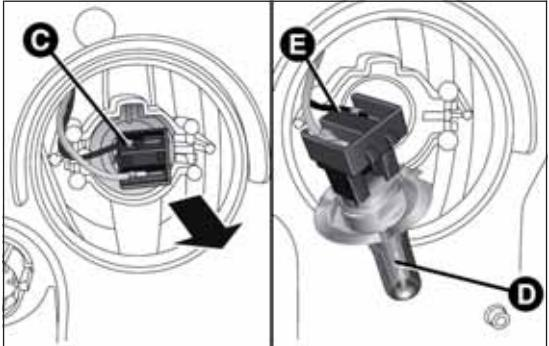

fig. 172
- rimuovere il gruppo connettore + portalampada C fig. 172 sfilandolo verso l'esterno;